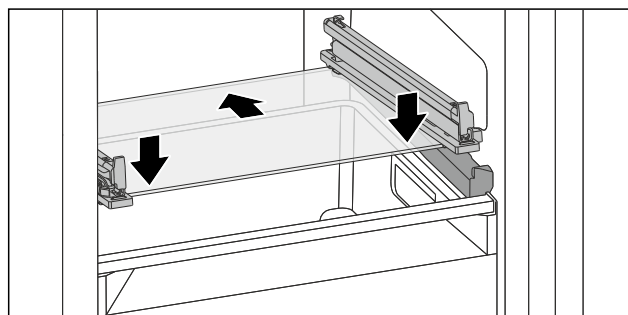

Fig. 134 Skleněná deska odklápěcí zásuvky
- ▶ Nasadte skleněnou desku šikmo za zarážky. (viz Fig. 134)